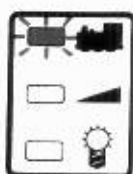

Bild 28
2. Schritt: Adresse "103" eingeben, indem nacheinander die Tasten "1", "0" und "3" gedrückt werden (in der linken Digitalanzeige wird nun die Adresse "103" angezeigt/Bild 28).